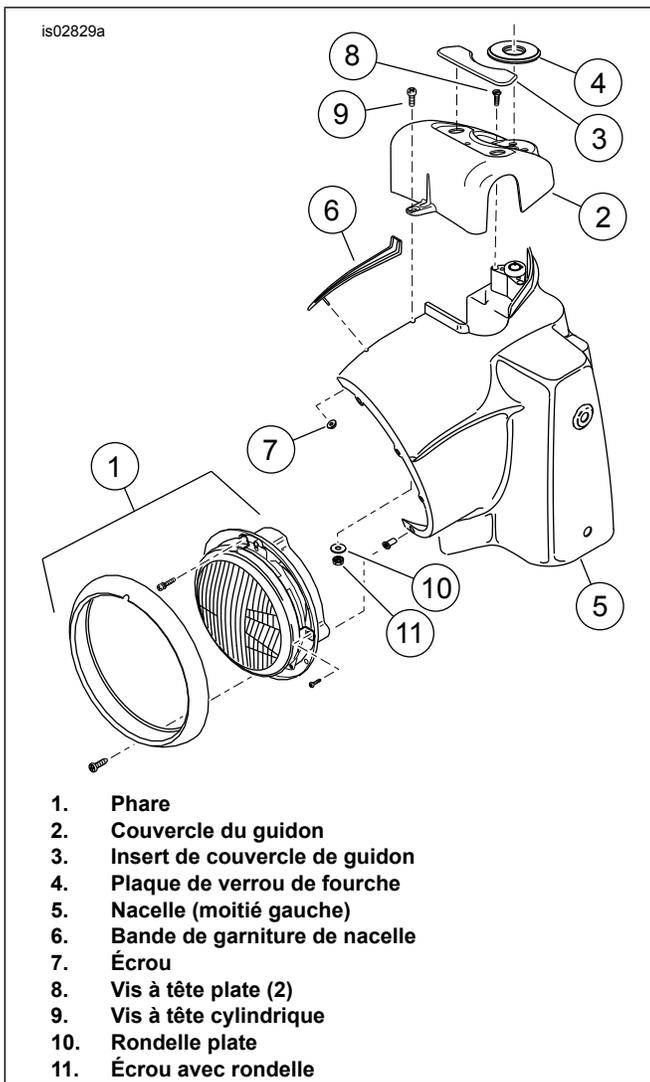

Figure 5. Couverture nacelle, lampe frontale et guidon (FLHR/C représentée)
12. Voir Figure 5 . Atteindre l'intérieur de la nacelle du phare (5), retirer l'écrou de bride (7) pour libérer la bande de garniture (6) en haut de la nacelle.
Pour l'Australie, le Brésil, l'Angleterre, l'Europe et le Japon : voir Figure 5 . Les vis à tête plate (8) ont une tête de rupture et ne sont pas faciles à retirer. Pour enlever les vis à tête de rupture, faire un trou guide en haut de chaque vis avec un pointeau centreur et retirer la vis avec une mèche à gauche de 3 mm .